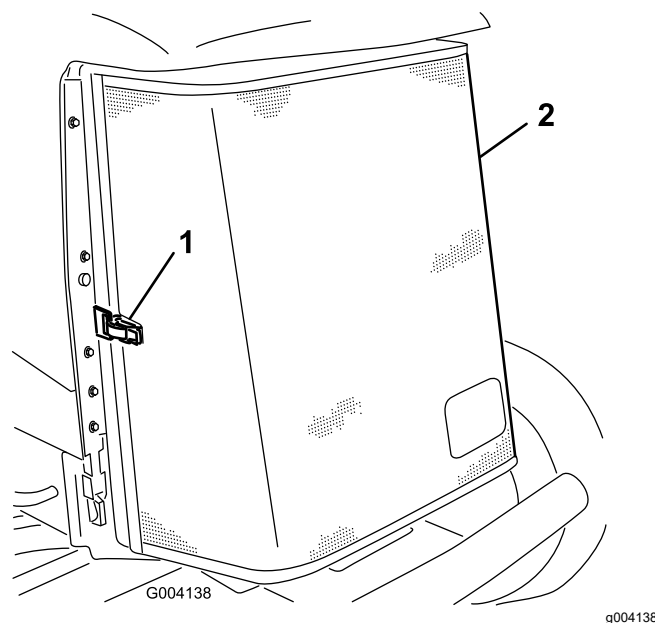

Figura 85
3. Desprenda a braçadeira e articule para abrir o painel traseiro (Figura 85).